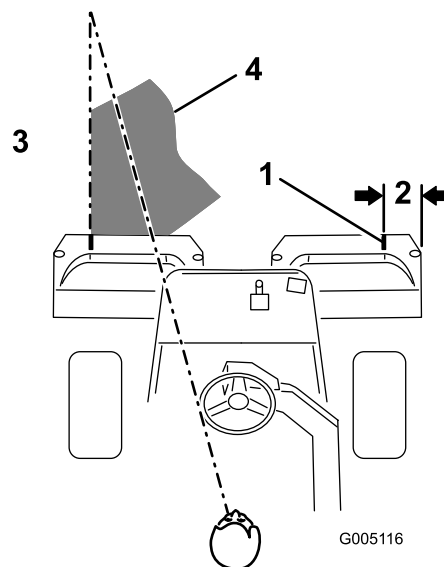

Figura 27
**Nota:** Per assistenza nel mantenimento di una linea retta sul green e nel mantenimento della macchina a una distanza pari dal bordo del taglio precedente, immaginate una linea di visione di circa 1,8–3 m davanti alla macchina fino al bordo della porzione di green non tosata (Figura 27). Includete il bordo esterno del volante come parte della linea di visione, ovvero mantenete il bordo del volante allineato con un punto che viene mantenuto sempre alla stessa distanza dalla parte anteriore della macchina.